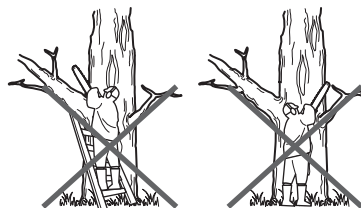

Fig.22
- Ne tenez jamais l'appareil à bout de bras, et n'essayez pas de couper dans des endroits difficiles à atteindre. N'utilisez pas l'appareil debout sur une échelle. Ne le tenez jamais au-dessus des épaules (Fig. 22).